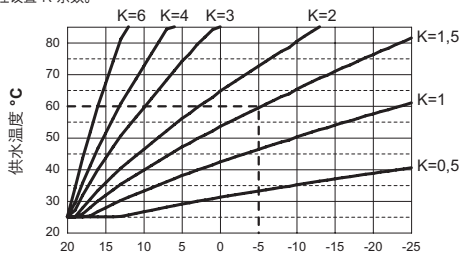

图 4.11
对于未连接探头的工作锅炉, 将 K 系数设置为 0。如果温控装置与锅炉相连 (可选), 请参阅图 4.11。
K 系数是锅炉随着外部温度变化而增减供暖温度的参数。如果安装外部探头, 则必须根据供暖设备的效率设置此参数, 从而优化供暖温度 (图 4.11)。
比如, 在室外为 -5° C 时, 要使供暖系统实现 60° C, 应将 K 设置为 1.5 (图 4.11 虚线)。
- 使用 1 或 2 键可以查看和/或更改参数 15 的值: 根据图 4.11 所示 K 系数曲线从最小 01 至最大 60 (显示屏的读数对应 K 系数的数字值)。显示屏显示消息“SET” (图 4.14)。